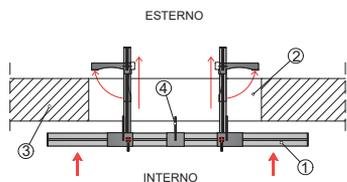

Fig.1 Finestra o porta-finestra
- A)** Disporre le due piastre verticali laterali di regolazione con agganciate le due aste, in posizione centrale rispetto all'asta orizzontale. Posizionare il dispositivo all'interno dell'apertura in posizione orizzontale avendo cura di poggiarlo sul parapetto (nel caso di finestra) o sul pavimento (nel caso di porta). Le due aste verticali devono fuoriuscire verso l'esterno (vedi Fig. 1 e 2).